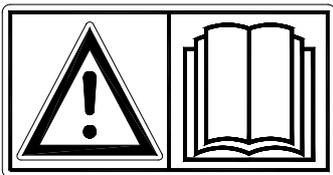

Abbildung 1:
**Lesen und verstehen** (Abb. 1) Sie die Betriebsanleitung vor Inbetriebnahme der Multi-Sport.